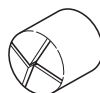
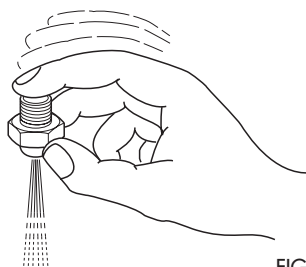

FIG. 19
FIG. 20
- Asegurarse, sin usar agujas ni otras cosas, que la gasolina o el gasóleo pasen libremente por el orificio del pulverizador, golpeando ligeramente con el índice (véase la fig. 20) y que las incisiones estén perfectamente limpias (véase la fig. 19). Juntar todos los componentes del pulverizador sin apretar excesivamente; volver a enroscar el pulverizador al quemador apretando a fondo.